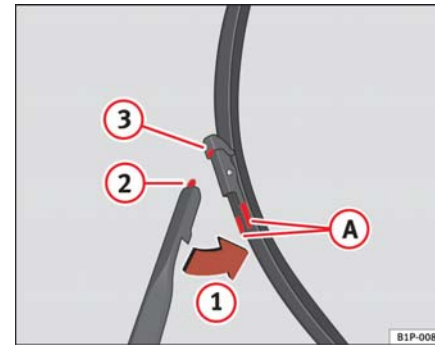

Fig. 141 Cambio de las escobillas del limpiaparabrisas
- Presione las teclas laterales **A** y libere la escobilla desplazándola en el sentido de la flecha **1** ⇒ fig. 141. ►
⇒ página 215, fig. 141
- Desplace la escobilla hacia el brazo en el sentido contrario a la flecha ①, hasta percibir un click. ⇒ página 215, fig. 141